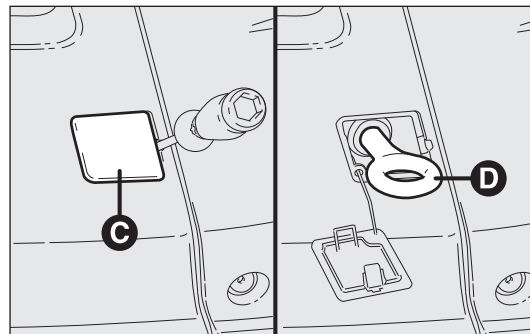

fig. 208
- ☐ coja el destornillador de la caja y haciendo palanca en el punto indicado levante la tapa C-fig. 208;
- ☐ coja la argolla de remolque D de la caja y fíjela en el perno roscado fig. 208.